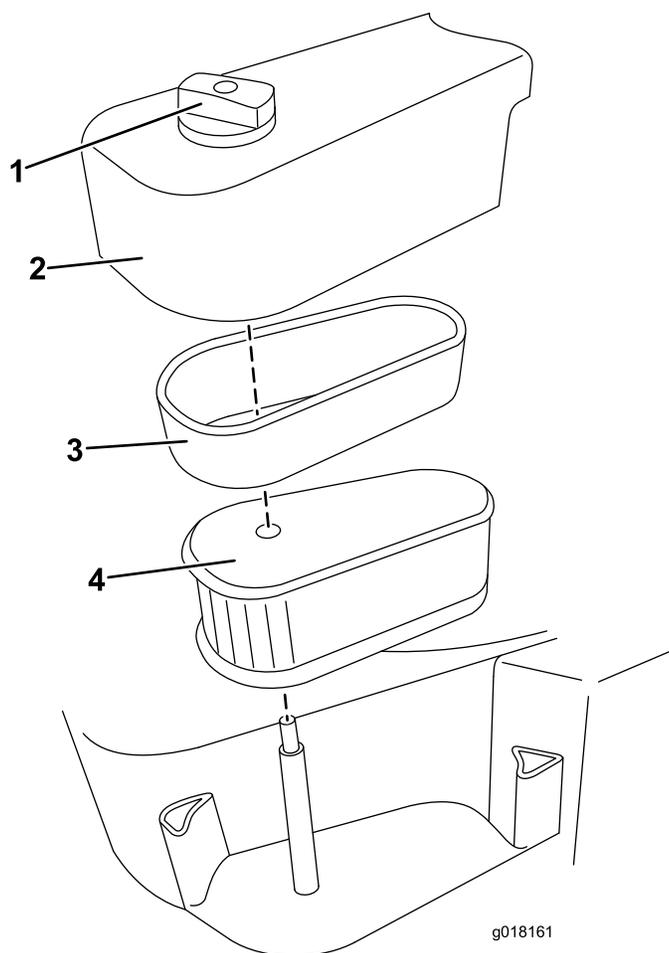

Figura 16
2. Allentate la manopola che fissa il coperchio del filtro dell'aria (Figura 16).
4. Con cautela togliete insieme il filtro di schiuma e la cartuccia, quindi separate il filtro di schiuma dalla cartuccia (Figura 16).
7. Montate il coperchio (Figura 16).